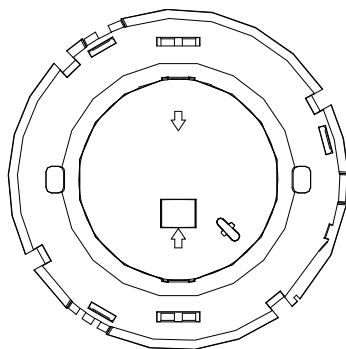

图 5 迷宫示意图
- a) 打开探测器上盖，用手捏住迷宫体两侧轻轻摇动将其拔下。如图5所示。